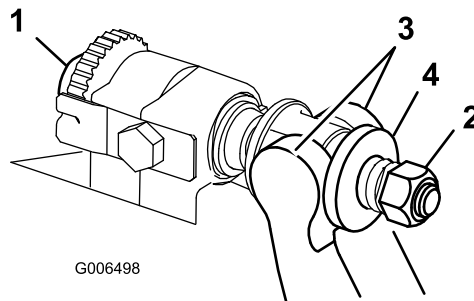

图 23
1. 逆时针旋转底刀架调节螺丝将底刀后撤离滚刀 图 23。
2. 退出弹簧加压螺母直到垫圈不再对底刀架 图 23 施压。